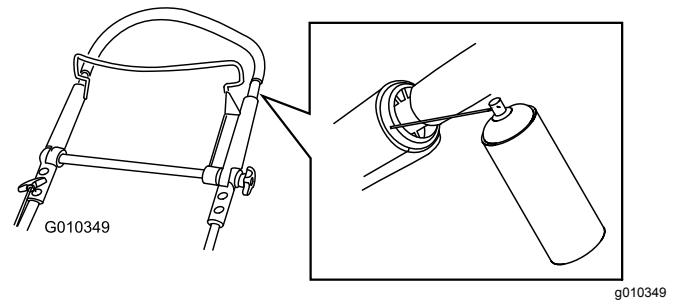

Bild 20
1. Sprühen Sie die äußeren Kunststoffenden des inneren Holms ein (**Bild 20**).